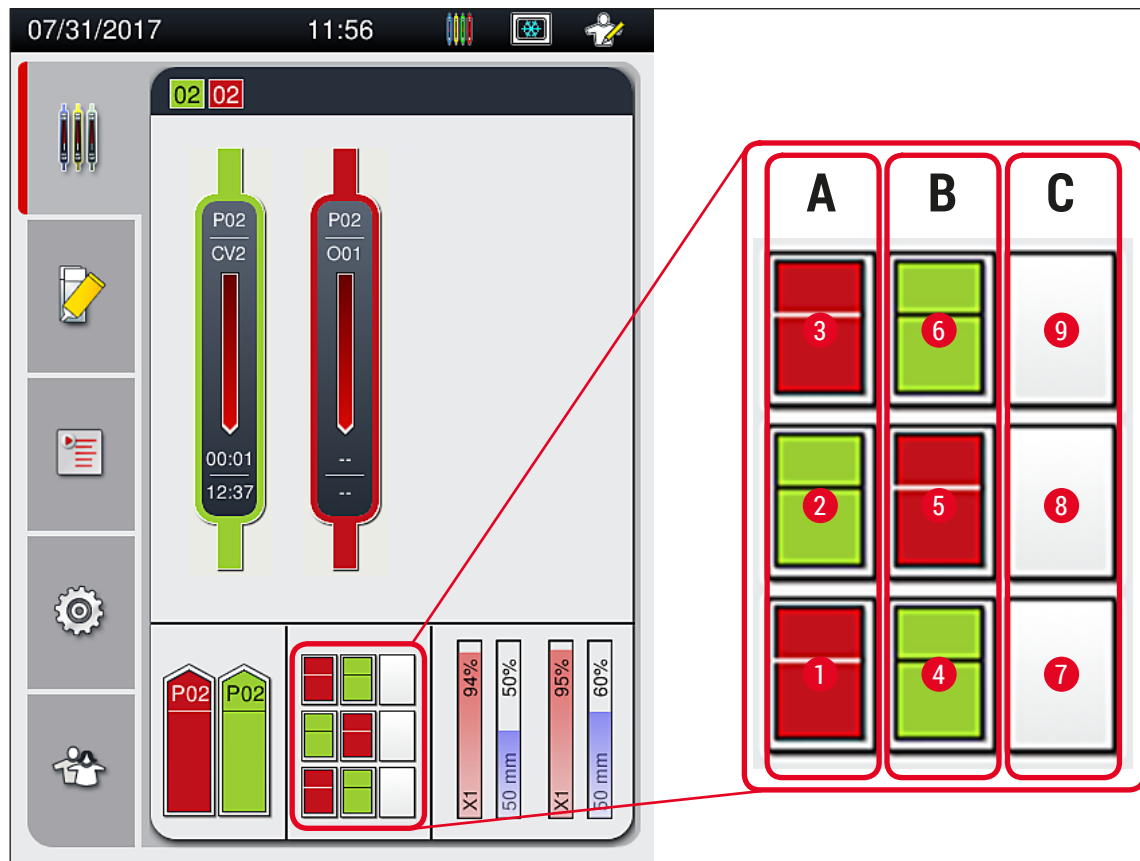

Fig. 75
- Le tiroir de déchargement peut contenir jusqu'à 9 racks. Les racks sont placés dans le tiroir de déchargement selon la séquence affichée, de A1 à C9 (→ Fig. 75).